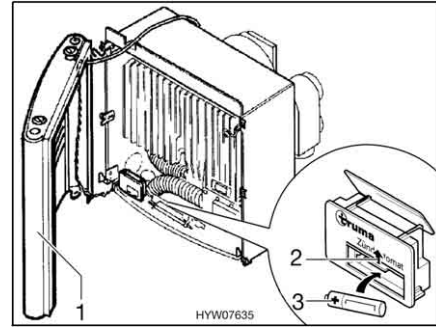

Fig. 137 Chauffage ouvert
- Placer l'habillage sur le côté (Fig. 137,1) pour que les câbles de raccordement pour le ventilateur d'air chaud et pour la lampe témoin de l'allumage n'aient pas à être débranchés.
- Pousser le couvercle du compartiment à piles de l'allumage automatique (Fig. 137,2) vers le haut.
- Placer une nouvelle batterie (Fig. 137,3) de même type, en plaçant correctement les pôles (+/-), dans le compartiment à piles de l'allumage automatique. N'utiliser que des piles AAA résistantes à la chaleur (+70 °C) et étanches.